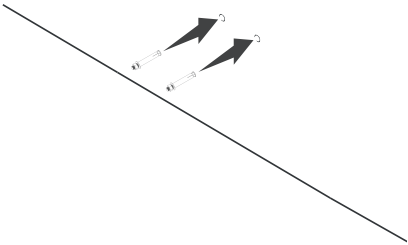

Fig. 9
8. Inserire i tasselli ([↗]Fig. 9).